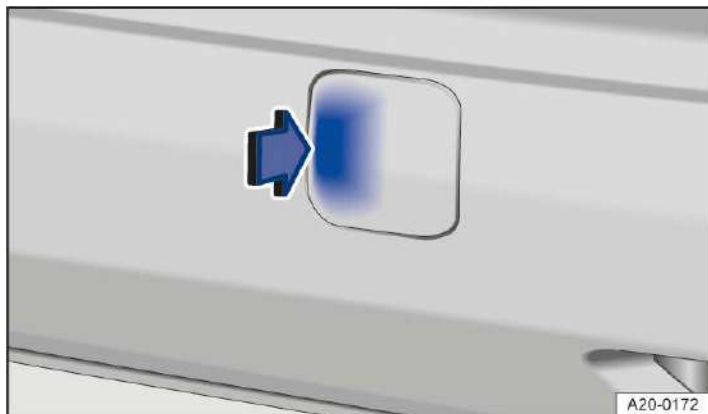

Abb. 1 Im Stoßfänger hinten rechts:
2. Um die Verrastung der Abdeckung zu lösen, in Pfeilrichtung auf den markierten Bereich der Abdeckung drücken → *Abb. 1*.